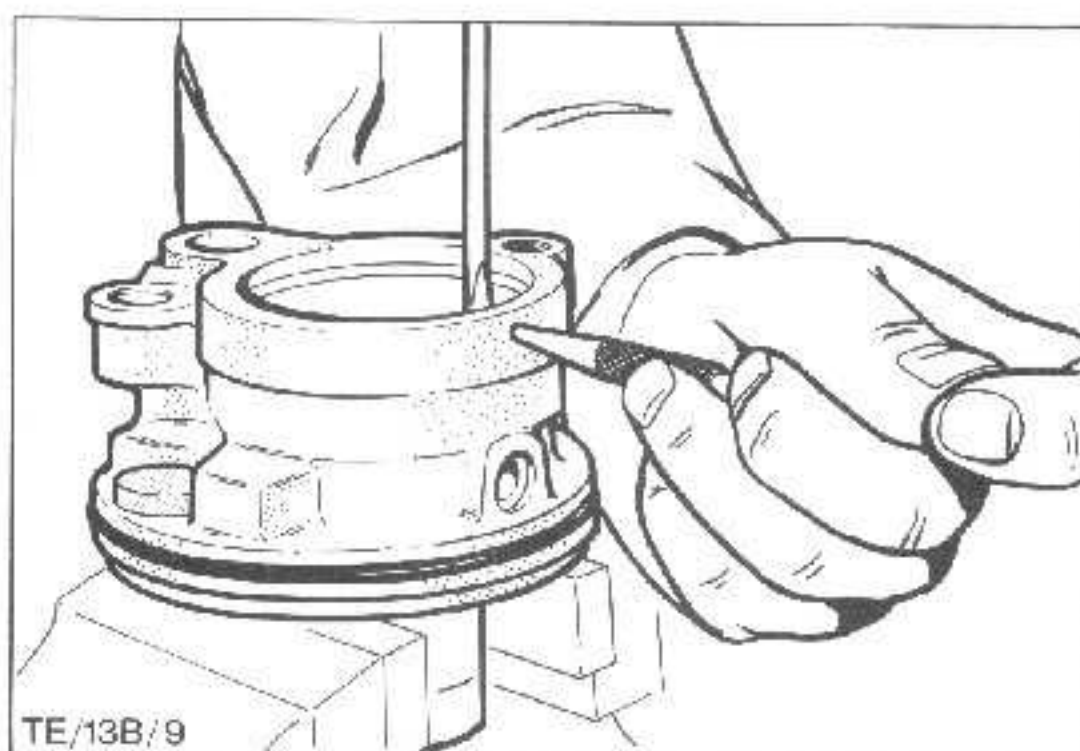

Abb.52 Entfernen des Sprengtringes vom Pumpengehäuse
6. Sprengring der Abschlußplatte mit Hilfe eines Schraubendrehers sowie durch Einführen eines schmalen Dornes in die gegenüberliegende Bohrung des Steuerventils, entfernen, Abb.52.